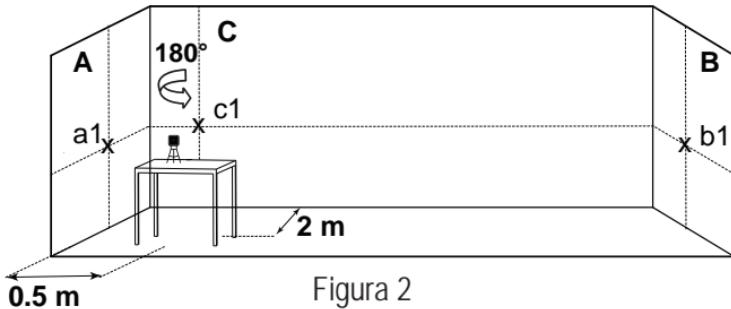

Figura 2
- 7) Marque en la pared **B** el centro del punto de intersección como **b1** (véase la figura 2).